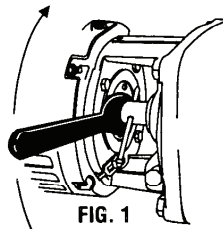
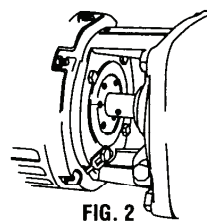

FIG. 1
FIG. 2
4. Faites tourner la vis de réglage dans le sens des aiguilles d'une montre (Fig. 1). Une résistance se fera sentir lorsque la tête de pompe entrera en contact avec la canalisation. À ce point-ci, tracez un repère sur le châssis de la pompe et la vis de réglage en traversant un des trous pour tricoise (Fig. 2).